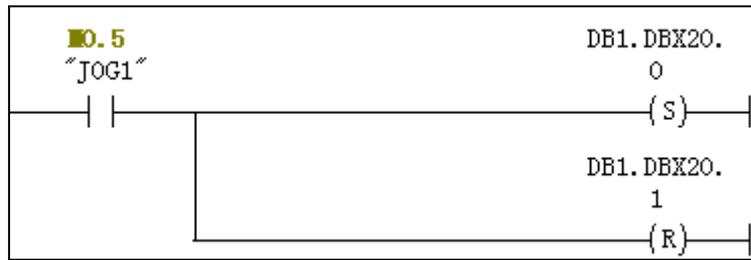
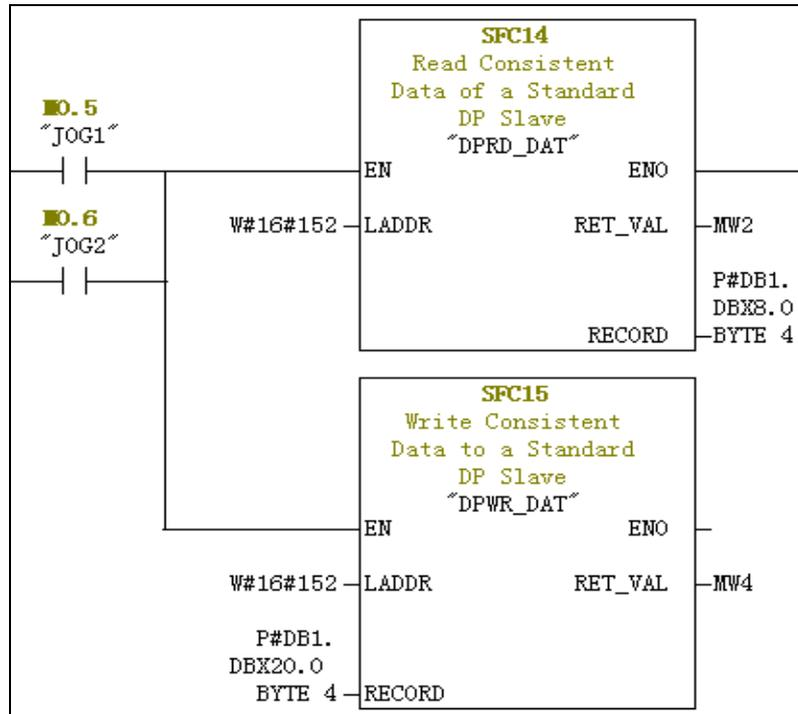

图 2-30 点动 1 程序
图 2-32 点动控制程序
(7) 点动：当电机不处于运行状态下时，可以按下点动 1 按钮（JOG1），设 PZD 中控制字第 8 位为 1，第 9 位为 0，并发送控制字；按下点动 2 按钮（JOG2），设 PZD 中控制字第 9 位为 1，第 8 位为 0，并发送控制字。程序如图 2-30～图 2-32 所示。